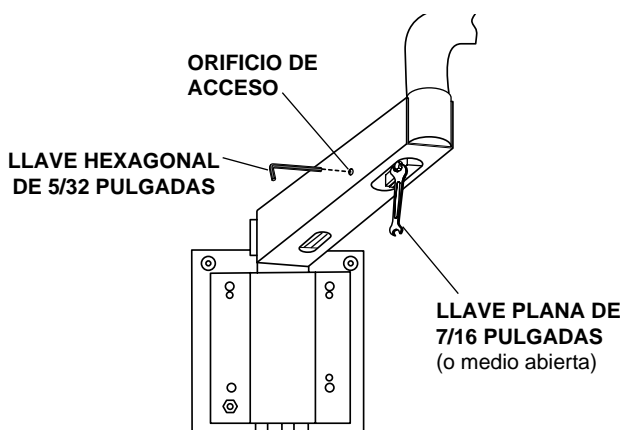

Figura 9. Ajuste del freno del brazo
4. Localice la tuerca de ajuste bajo el brazo (véase la figura 9).